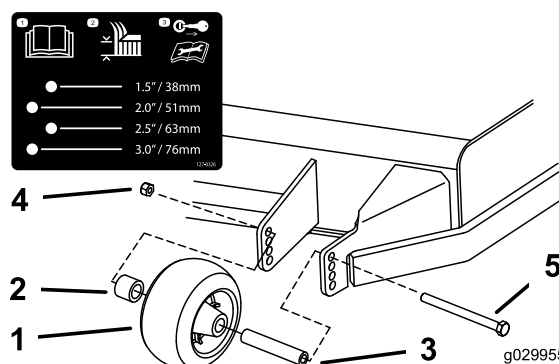

Figure 28
3. Réglez les galets anti-scalp comme montré à la Figure 28, la Figure 29 et la Figure 30.